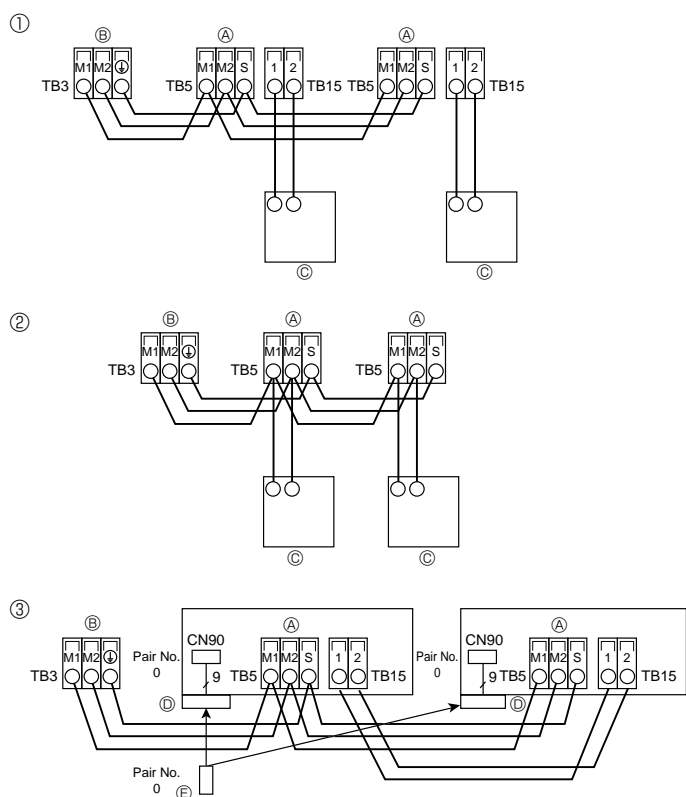

Fig. 6-3
6.4. Raccordement des câbles de la commande à distance et des câbles de transmission intérieurs et extérieurs (Fig. 6-3)